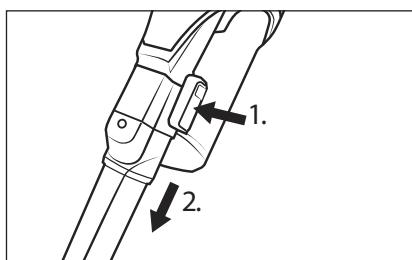

Fig. 15
- ◆ For at fjerne tilbehøret skal du trykke på oplåsningsknappen på tilbehøret og tage tilbehøret af sugerøret 24 eller af produktets sugeåbning (se fig. 15).